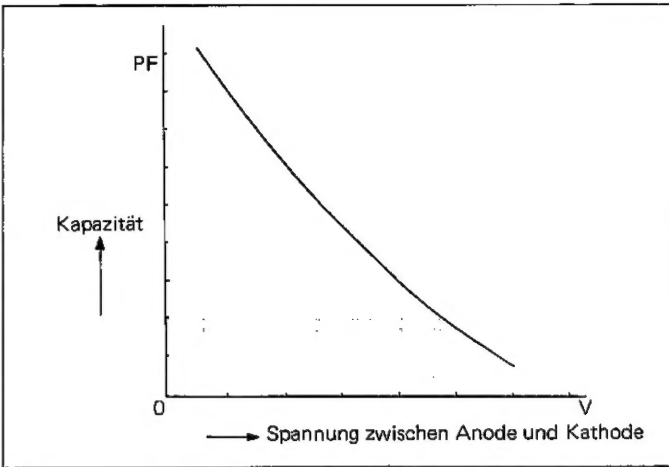

Abbildung 7-4 KAPAZITÄTSDIODEN-KENNLINIE
**Beschreibung:** Das Abstimmssystem dieses Gerätes zeichnet sich durch die Verwendung von Kapazitätsdioden aus, die die herkömmlichen Drehkondensatoren ersetzen. Bei der Kapazitätsdiode ändert sich die Streukapazität zwischen ihren Polen gemäß der ihnen zugeleiteten Gleichspannung, wie dies aus Abbildung 7-4 ersichtlich ist. Derartige Kapazitätsdioden sind so mit dem Abstimmknopf elektrisch gekoppelt, daß sich eine AM/UKW-Abstimmeinrichtung ergibt, deren Funktionen denjenigen des herkömmlichen, mit Drehkondensatoren ausgestatteten Abstimmsystems recht ähnlich sind.